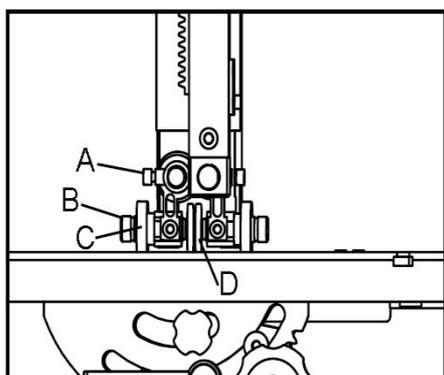

Fig. 14 : Guide de la lame de scie
Étape 3 : Pour régler les rouleaux de guidage latéraux (Fig. 14, Pos. D), desserrez les plaques de serrage (Fig. 14 ; C) et réglez les rouleaux de guidage à l'aide de la vis de réglage (Fig. 14, Pos. B) de manière à ce qu'il y ait un écart d'environ 0,5-0,7 mm entre les rouleaux et le ruban de scie. Si l'écart est trop faible, les lames de la scie à ruban s'useront plus rapidement !
Étape 4 : Resserrez les vis (Fig. 14, Pos. C).
Étape 5 : Desserrez la vis (Fig. 14 ; A) et faites glisser le rouleau arrière sur l'arrière du ruban de scie.
Étape 6 : Resserrez la vis (Fig. 14, Pos. A).